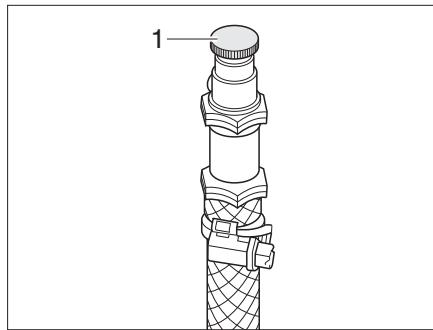

Fig. 394 Valvola di sfiato del riscaldamento ad acqua calda
- Aprire la valvola di sfiato (Fig. 394,1) e lasciare uscire tutta l'aria presente nel circuito.